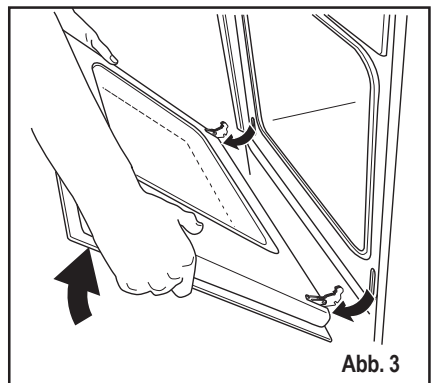

Abb. 3
5. Ziehen Sie jetzt die Ofentür vorsichtig aus dem Rahmen (Abb. 3).